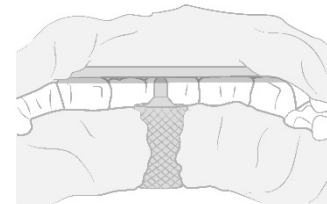

Abb. 3
4. Nach dem Training kann ein Indikatorwachs (z.B. Occlusal Indicator Wax v. Kerr) auf die Platte im Oberkiefer aufgebracht werden. Der Patient führt weitere 3 - 5 Schliessbewegungen bei gleicher Anweisung aus, wobei der Stift nun nur noch eine Impression im Wachs hinterlassen sollte oder die Platte kann mit dem CANDULOR Marker markiert werden (Abb. 3 und 4).